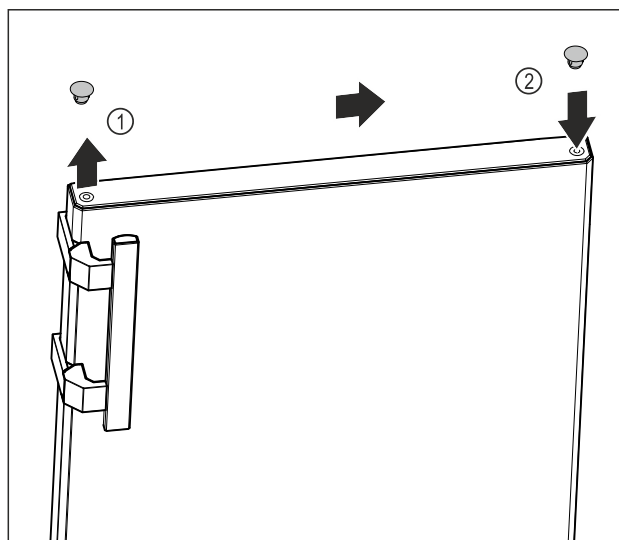

Fig. 16
- Pomocí plochého šroubováku opatrně zvedněte krycí zátku na horní straně dvířek Fig. 16 (1).
- Zasuňte krycí zátku na opačné straně. Fig. 16 (2)